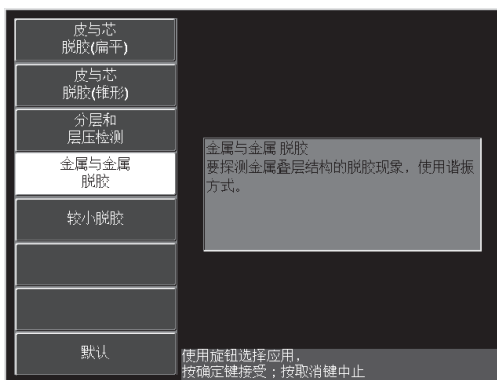

图 6-38 金属与金属脱粘应用
3. 选择**金属与金属脱胶**应用, 然后按确定键 () 接受 (参见第 139 页的图 6-38)。